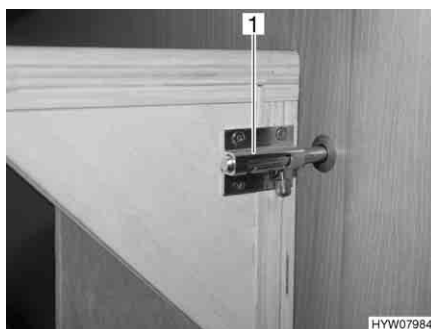

Fig. 31 Bloccaggio sul telaio portamaterasso
- Assicurare il telaio portamaterasso alla parete del mobile con il chiavistello (Fig. 31,1).
- Tirare indietro il chiavistello (Fig. 31,1).